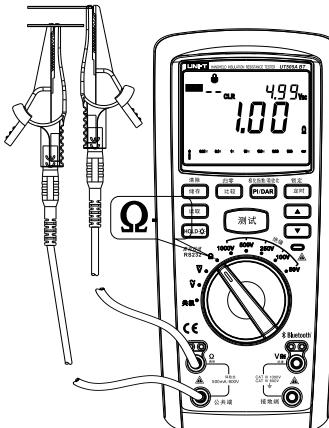

图6
3、低电阻测量（见图6）
- ① 将红色表笔插入“Ω”插孔（红色孔）另一端并加装成鳄鱼夹，黑色表笔插入COM插孔（黑色孔）另一端并加装成鳄鱼夹。
- ② 将转盘开关旋转置“Ω”“挡位，并将表笔并联到待测电路中。
- ③ 按下测试键按钮，等待约2秒从显示屏读出当前的测量值。
- ④ 在测量过程中如果想保存测量电压值只需按下“储存”按钮即可保存。
- ⑤ 为了保证测量准确度，测量前需对仪表表笔做归零，目的是去除表笔带来的误差；具体操作为先将两表笔的鳄鱼夹短路，按下“手机app的测试键或仪表的测试键”按钮后，屏幕读数显示低于2.00Ω的电阻值，再长按“比较”按键约2秒，屏幕右上角显示“归零”符号，并且屏幕读数显示为“0.00Ω”表示归零成功。